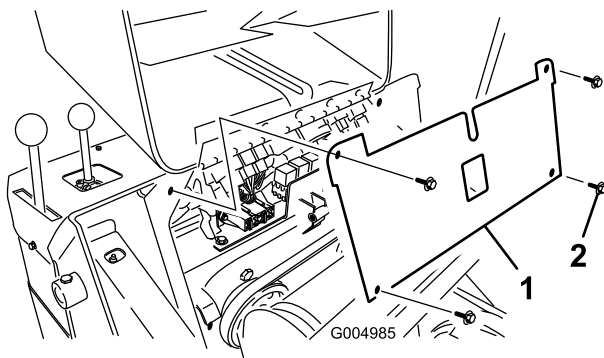

Bild 42
- Nehmen Sie die vier Schrauben ab, mit denen die Sicherungsabdeckung befestigt ist, und ziehen Sie die Abdeckung dann heraus und nach oben, um sie abzunehmen (Bild 42).